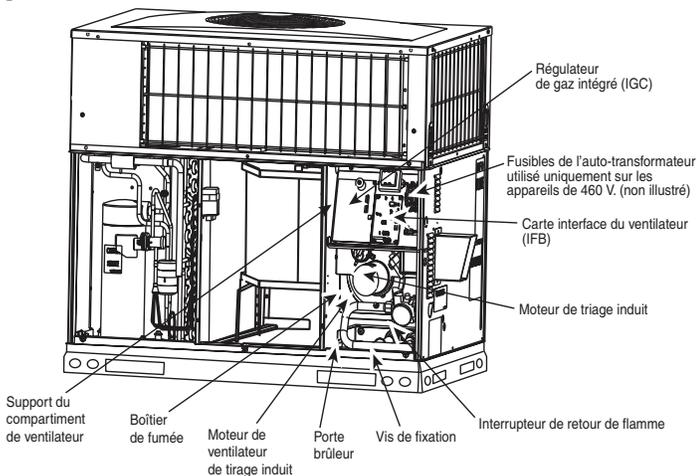

Fig. 23 – Compartiment de ventilateur et boîtier de fumée
2. Retirez les 11 vis fixant le couvercle du boîtier de fumée (consultez la Fig. 23) à l'échangeur thermique. Inspectez les échangeurs thermiques.
Cet appareil est doté d'un système d'allumage par étincelle à verrouillage à 100%. Le module d'allumage (IGC) est situé dans le boîtier de commande (consultez la Fig. 23). Le module comprend une DEL d'autodiagnostic. Pour les réparations, reportez-vous à l'étiquette de schéma ou au Tableau 6 dans ces directives pour l'interprétation de la DEL d'autodiagnostic.
5. Enlevez le support du compartiment de ventilateur en retirant les 2 vis sur le côté gauche du compartiment de commande sur le panneau du compartiment de ventilateur. Faites glisser la partie inférieure du support vers l'avant pour le retirer. (Consultez la Fig. 23.)
7. Retirez la vis fixant le porte-brûleur à la base de l'appareil (consultez la Fig. 23).
8. Sortez partiellement le porte-brûleur de l'appareil (consultez la Fig. 23 et la Fig. 27). Retirez l'allumeur et débranchez les fils du détecteur du brûleur. Débranchez les fils de l'interrupteur du retour de flamme.
9. Sortez le porte-brûleur de l'appareil (consultez la Fig. 23 et la Fig. 27).